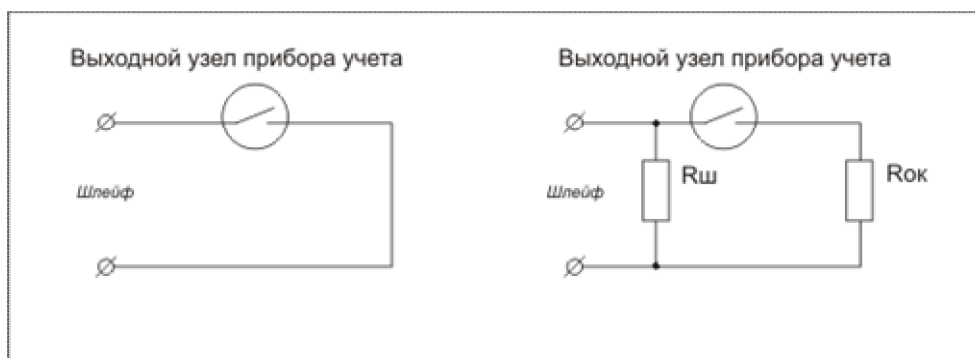

Рисунок 4. Электрическая схема подключения цепи НАМУР
- 2.1.6.1.5. контроль текущего состояния входных цепей числоимпульсного интерфейса прибора учета при установке дополнительных резисторов цепи НАМУР (см. Рисунок 4) оконечного  $R_{ок}$  2,2 кОм  $\pm 5\%$  и шунтирующего  $R_{ш}$  5,6 кОм  $\pm 5\%$